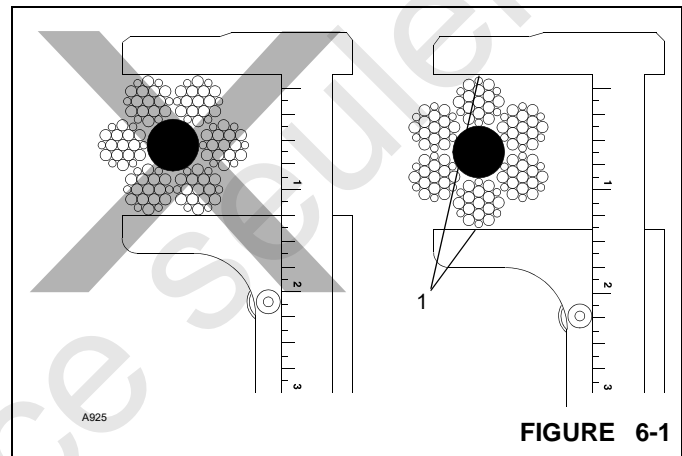

FIGURE 6-1
- Mesurer le diamètre du câble entre les sommets des torons pour déterminer si le câble est endommagé, voir la Figure 6-1.